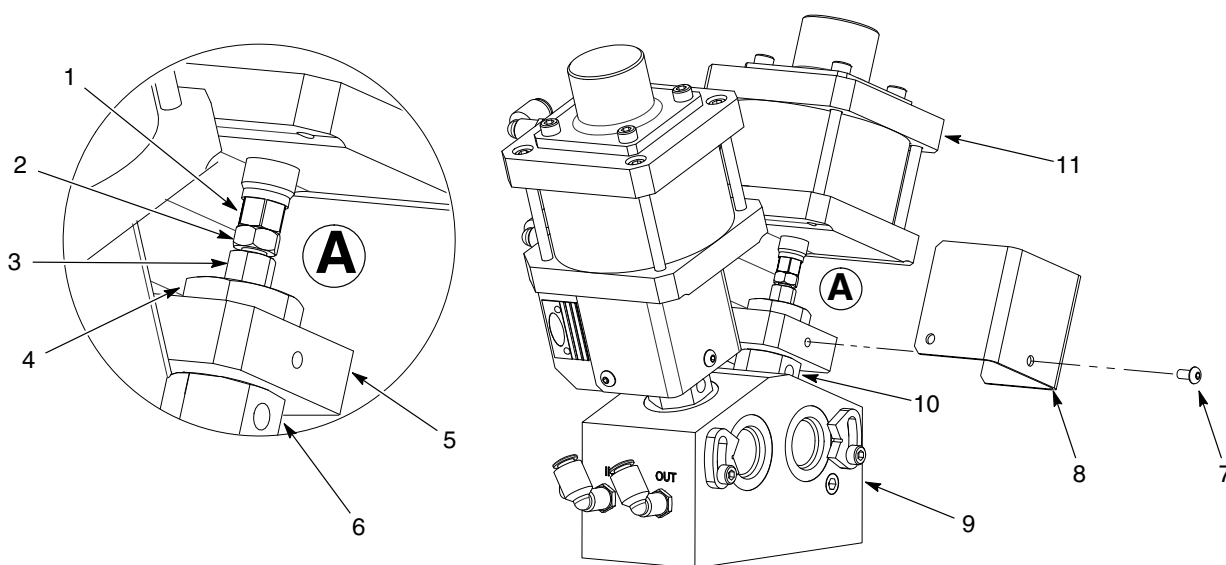

Figura 3 Sostituzione del gruppo copertura
1. Vedi figura 3. Togliere le viti (7) che fissano la protezione (8) alla forcella (5).
2. Tenere il dado esagonale dell'albero pneumatico (1) con una chiave da 10 mm e svitare il controdado (2) con una seconda chiave da 10 mm.
3. Usando una chiave a forchetta da 1 in. svitare il dado di tenuta (4) che fissa la forcella (5) al dado esagonale della copertura (6).
4. Tenere il dado esagonale dell'albero pneumatico (1) con una chiave da 10 mm e applicare una seconda chiave da 10 mm al dado accoppiatore (3). Svitare il dado dell'accoppiatore per rimuovere il gruppo cilindro pneumatico (11).
5. Tenere il dado esagonale della copertura (6) con una chiave a forchetta da 1 in. e svitare la copertura dal corpo (9). Smaltire la vecchia copertura.
1. Vedi figura 3. Applicare grasso PTFE sull'o-ring e i filetti della nuova copertura e avvitare nel corpo (9). Serrare la copertura a 54,2 N•m (40 ft-lb).
2. Abbassare il gruppo cilindro pneumatico (10) con il dado di tenuta (4) tenuto fermo al suo posto sul dado esagonale della copertura (6).
3. Tenendo fermo al suo posto il dado dell'accoppiatore (3), serrare a mano il dado di tenuta (4) sulla copertura.
4. Usando il dado dell'accoppiatore (3), avvitare il gambo della copertura nell'albero del cilindro pneumatico con il dado esagonale dell'albero pneumatico (2), finché tocca il fondo. Non serrare troppo usando il dado dell'accoppiatore.
5. Usando una chiave da 10 mm per tenere fermo il dado esagonale dell'albero pneumatico (2), serrare il controdado (3) nell'albero pneumatico usando una seconda chiave da 10 mm. Serrare il controdado a 9 N•m (80 in.-lb).
6. Serrare il dado di tenuta (4) a 40,7 N•m (30 ft-lb).
7. Ricoprire le viti (7) di Loctite 242. Installare la protezione (8) sulla forcella (5) e stringere bene le viti.